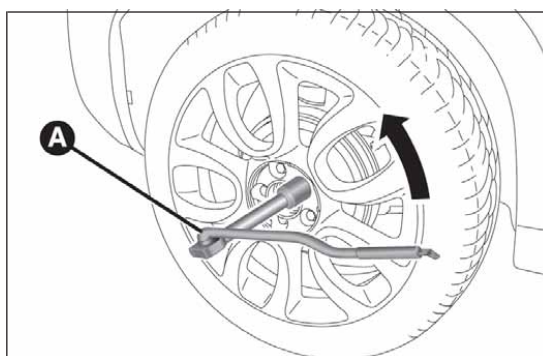

Abb. 157
- Mit dem Schlüssel A Abb. 157 den Radbolzen um ca. 1 Umdrehung lösen. Bei den Versionen mit Leichtmetallfelgen rütteln Sie am Fahrzeug, um das Entfernen der Felge von der Radnabe zu erleichtern.
- Die Vorrichtung A Abb. 157 so einführen, dass der Wagenheber flach liegt, bis der obere Teil B korrekt unter dem Längsträger C positioniert werden kann (bei der Markierung ∇ am Längsträger);
- Die Befestigungsbolzen mit dem Schlüssel A Abb. 157 bis Anschlag festziehen;